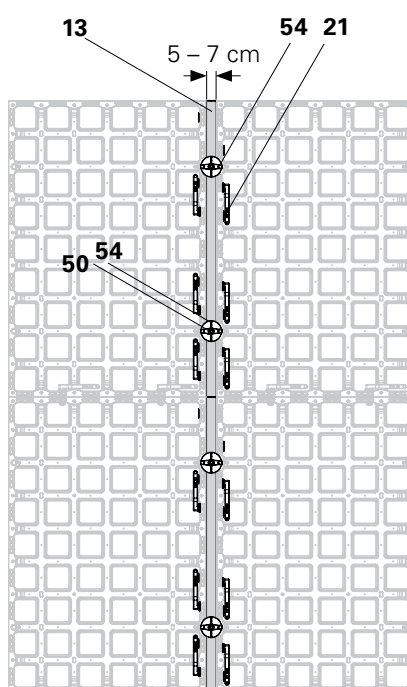
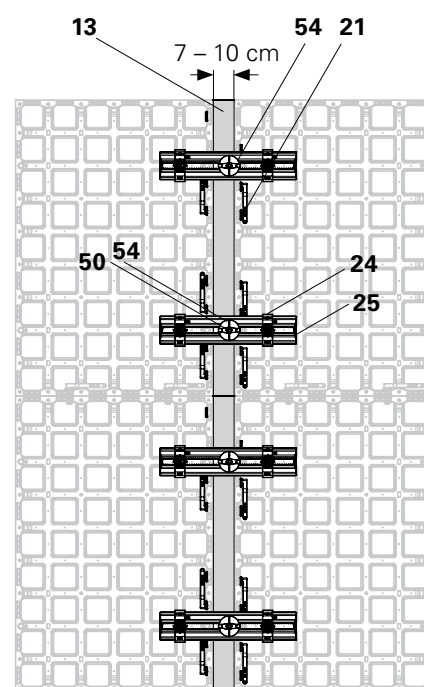

Fig. B8.04
Fig. B8.05
1. Collegare il montante DWC (13) al pannello destro e al pannello sinistro, con 6 connettori DUO ciascuno. (Fig. B8.04 + B8.05)
2. In caso di compensazioni longitudinali ≥ 7 cm, unire l'allineatore DUO 62 (25) al supporto tubo DUO (24).
3. Inserire il tirante (50) nel montante DWC (13) (Fig. B8.05).